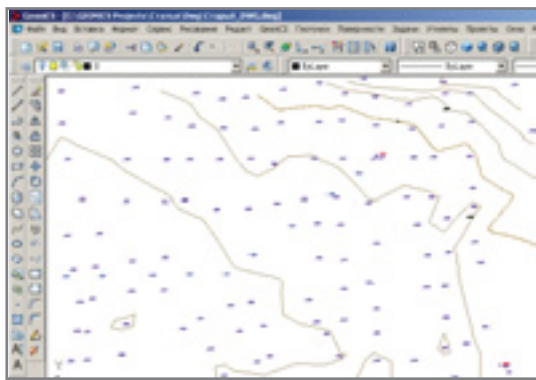

Рис. 20
1. Открываем старый чертеж в программе Geonics 2004 (рис. 20).